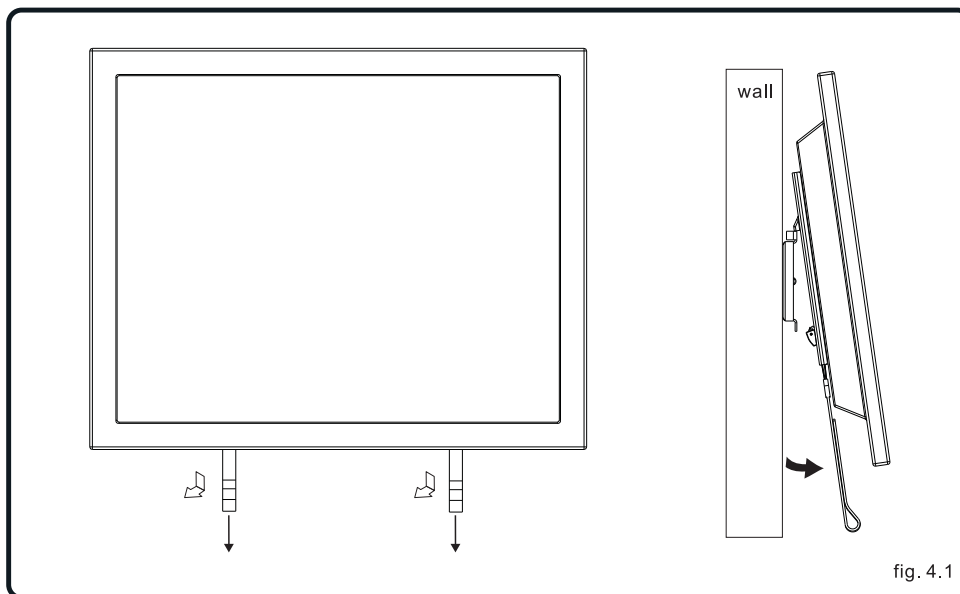

fig. 4.1
- 4** Aby zdemontować ekran z mocowania należy rozwinąć paski, następnie zdjęć ekran z zaczepów jak pokazano na rys. 4.1.
- 4** Pentru demontare, scoateti sforile de la dispozitivul de siguranta tragand simultan de acestea in jos apoi scoateti TV-ul din suport asa cum se arata in fig. 4.1.